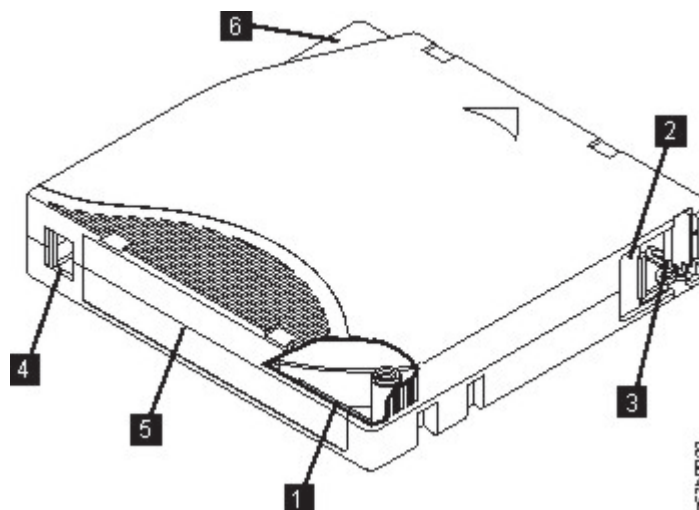

Figure 86. LTO
La Figure 86 présente les LTO ainsi que ses composants.
Le volet de la cartouche (**2** dans la Figure 86 on page 149) protège la bande contre les particules polluantes lorsque la cartouche ne se trouve pas dans l'unité. La bande est fixée à une amorce (**3** dans Figure 86 on page 149) derrière le volet. Lors de l'insertion de la cartouche dans l'unité, un mécanisme d'entraînement extrait l'amorce (et la bande) de la cartouche, les place au niveau de la tête de lecture, sur une bobine réceptrice fixe. La tête peut alors lire des données conservées sur la bande ou y enregistrer de nouvelles données.
Le taquet de protection contre l'écriture (**numéro 4** dans Figure 86 on page 149) empêche tout enregistrement de données sur la cartouche de bande. Pour plus d'informations, voir "Taquet de protection contre l'écriture" on page 154.
L'espace réservé à l'étiquette (**numéro 5** dans Figure 86 on page 149) fournit un emplacement permettant d'apposer une étiquette. .
Le dispositif de guidage d'insertion (**numéro 5** dans Figure 86 on page 149) est une large zone à encoche qui empêche toute insertion incorrecte de la cartouche.
Les cartouches de bande LTO comportent une zone légèrement en retrait sur la face de la cartouche, située à côté du taquet de protection contre l'écriture. Utilisez cette zone pour coller l'étiquette de code à barres à support adhésif. Placez l'étiquette uniquement sur la zone légèrement en retrait (voir **5** dans la Figure 86 on page 149). Une étiquette qui déborderait de ce renforcement est susceptible d'occasionner des incidents de chargement dans l'unité.
- Positionnez l'étiquette dans l'espace (renforcement) réservé à cet effet (voir **5** dans la Figure 86 on page 149).